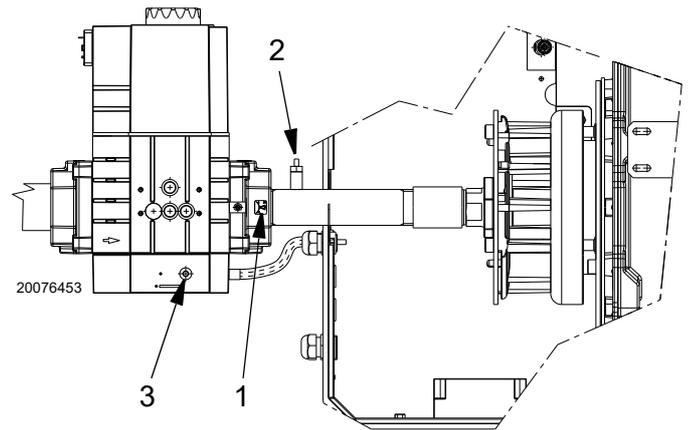

Abb. 168
- Betätigen Sie die Schraube V1 und drehen Sie sie in Richtung des „+“-Zeichens (Abb. 168 auf Seite 57).
Gegebenenfalls die Schraube V2 des Gasventils betätigen (in die Richtung des Zeichens „+“ drehen, um die Gasmenge zu erhöhen, in die Richtung des Zeichens „-“ drehen, um die Gasmenge zu verringern) (Abb. 168 auf Seite 57).
- Überprüfen Sie das Aussehen der Flamme, sofern möglich, oder den CO- und CO₂-Wert, um festzustellen, ob der Brenner zufriedenstellend eingestellt ist (erste ungefähre Einstellung). Gegebenenfalls die Schraube V1 des Gasventils betätigen (in die Richtung des Zeichens „+“ drehen, um die Gasmenge zu erhöhen, in die Richtung des Zeichens „-“ drehen, um die Gasmenge zu verringern) (Abb. 168 auf Seite 57).
- Um den Durchsatz von Gas und CO₂ zu erhöhen, muss die Schraube V1 in Richtung des Zeichens „+“ (Abb. 168) gedreht werden.
- Um den Durchsatz von Gas und CO₂ zu verringern, muss die Schraube V1 in Richtung des Zeichens „-“ (Abb. 168) gedreht werden.
Legende (Abb. 168)